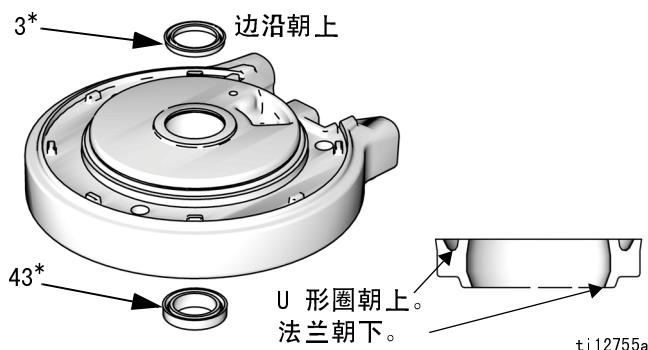

图 12：气动马达 U 形圈的安装
1. 润滑 O 形圈 (9*) 并安装到上盖 (13) 上。
2. 仅限 M07xxx、M12xxx 和 M18xxx：将上减震环 (29) 安装在上盖 (13) 上。
3. 给圆筒 (11) 内侧涂上润滑脂。将圆筒 (11) 放低到上盖 (13) 上。
4. 润滑 O 形圈 (8*) 并安装到活塞 (5) 上。
5. 将活塞总成 (5) 滑入圆筒 (11) 中。确保 O 形圈 (9*) 安装到位。
6. 将罩 (12) 套到圆筒 (11) 周围，并装入上盖 (13) 的凹槽中。
7. 请参见图 12。润滑新 U 形圈密封并安装在下盖 (1) 轴承底部的法兰 (43*) 上。U 形圈必须朝上，法兰必须朝下。润滑新 U 形圈密封 (3*) 并安装在轴承顶部。边沿必须朝上。
请参见图 12 (第 15 页)。